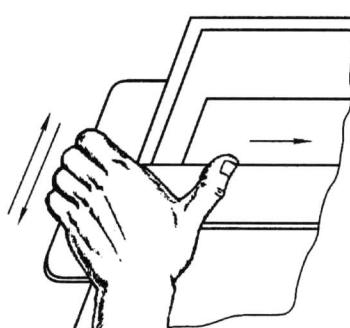

图 1-1-2 丁字尺的移动
(2) 丁字尺。丁字尺的规格是和图板相适应的，其尺寸有 1200 mm 、 900 mm 、 640 mm 等长度，分别与0号图板、1号图板、2号图板配合使用。丁字尺由尺头和尺身组成，其夹角为 90° ，主要用来画水平线；与三角板配合使用，可画垂线、 15° 倍数的倾斜线。绘图时，尺头应紧靠图板左边，以左手扶尺头，使尺上下移动(图1-1-2)。丁字尺的工作边要保证平直、光滑，不得用利器刻、划丁字尺。丁字尺大多是用有机玻璃制成的，不用时应将丁字尺装在尺套内并悬挂起来，防止压弯变形。